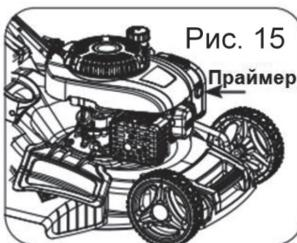

Рис. 15
1. При запуске холодного двигателя подкачивайте топливо, нажав на кнопку праймера (рис. 15) 3-5 раз.